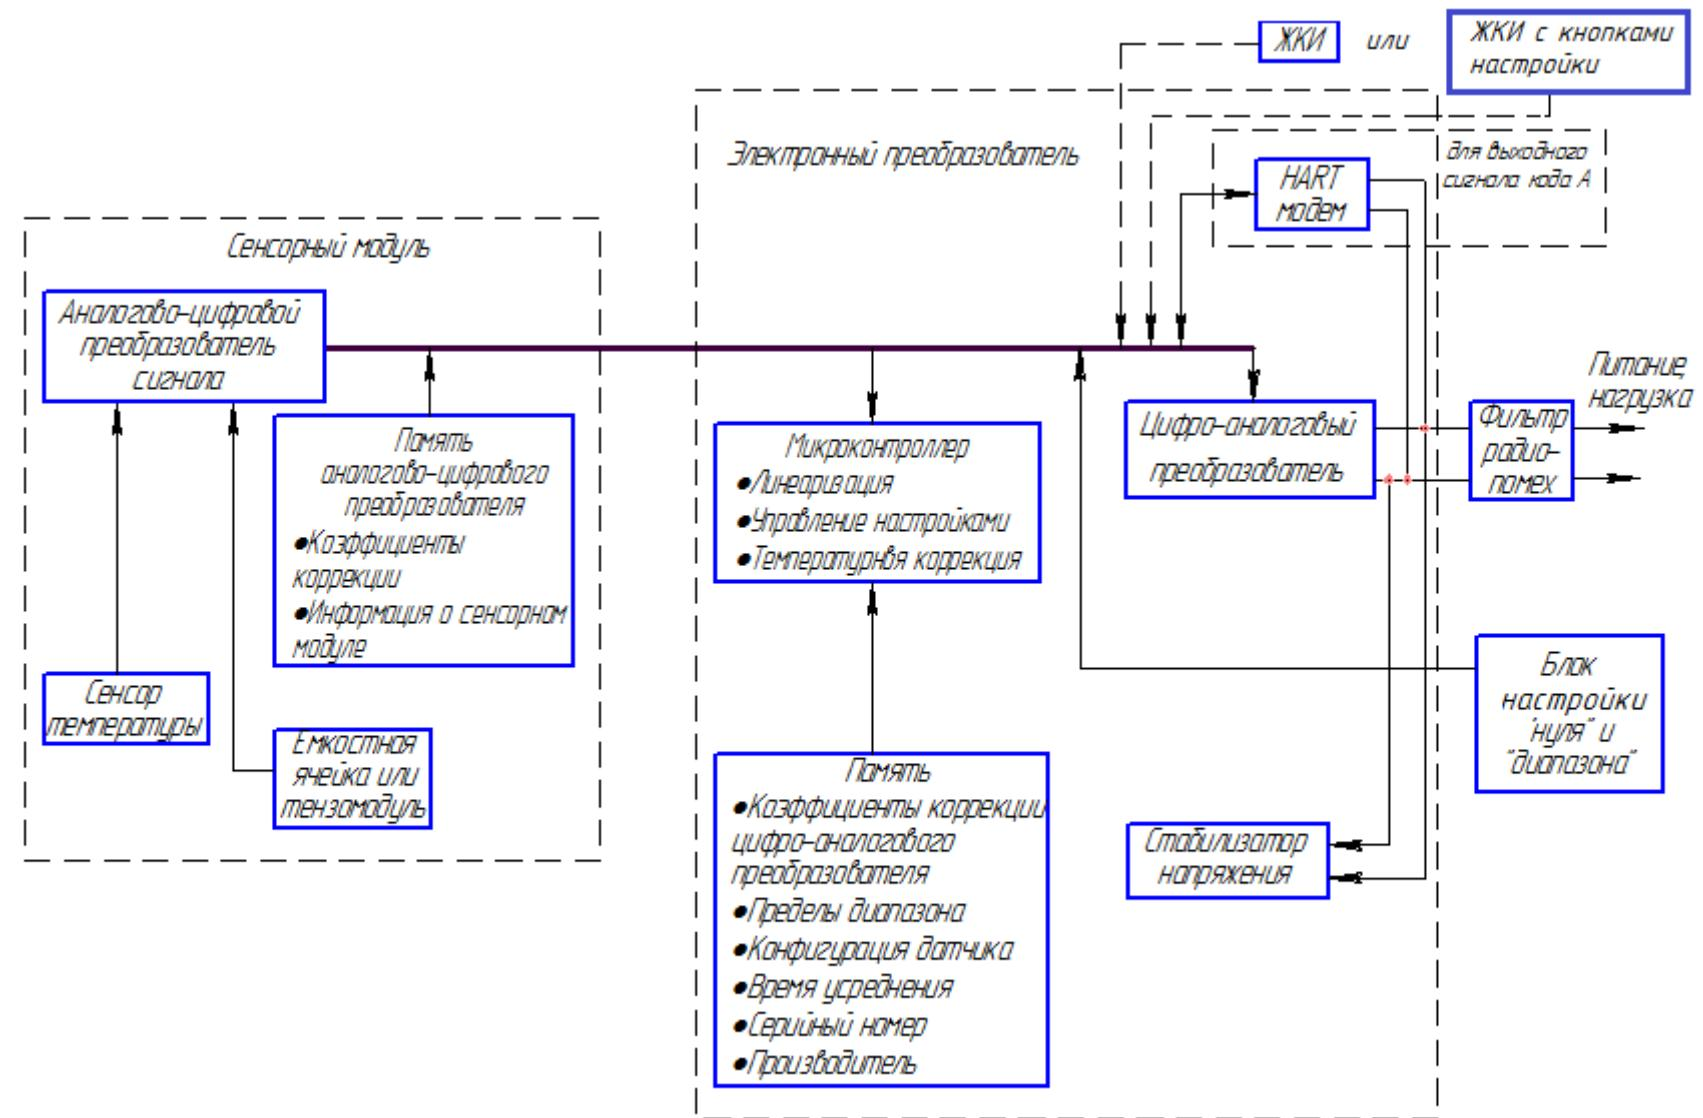

Рисунок 3 – Функциональная блок-схема
1.3.4 Функционально канал преобразования сигнала измерительного блока (рисунок 3) состоит из аналого-цифрового преобразователя (АЦП), блока памяти АЦП, микроконтроллера с блоком памяти, цифро-аналогового преобразователя (ЦАП), стабилизатора напряжения, фильтра радиопомех, встроенной регулировки «нуля» и «диапазона», HART-модема. В электронный преобразователь устанавливается индикатор с кнопками настройки датчика, расположенными на корпусе индикатора, при заказе кода М4 или устанавливается индикатор без кнопок настройки при заказе кода МА.